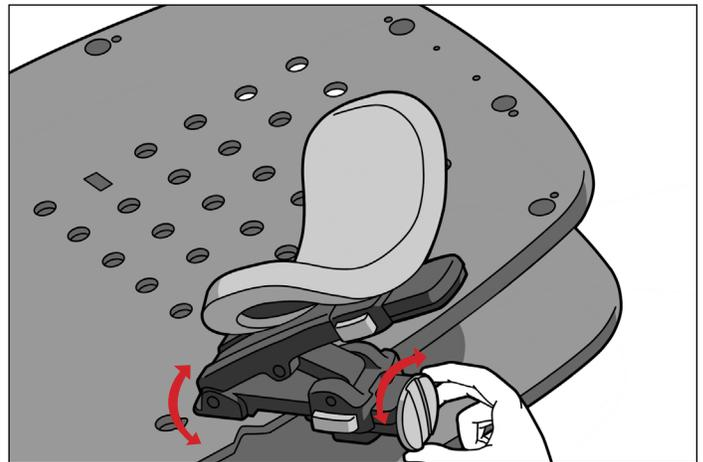

ABB. 12
2. Um die Rotation der Armstütze einzustellen, lösen Sie den Knopf, drehen Sie die Armstütze in die gewünschte Position und ziehen Sie die Schraube fest (Abb. 12).